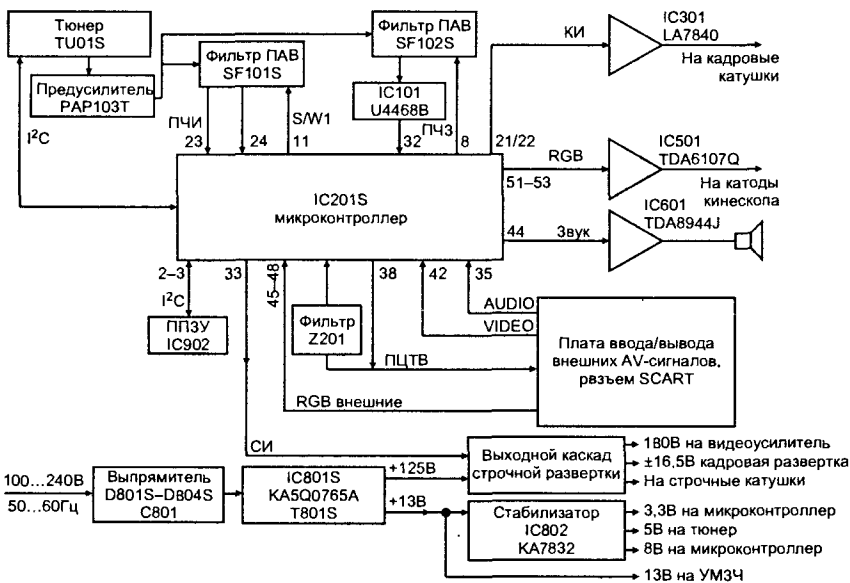

Рис. 6.1. Структурная схема шасси KS1A(P), Rev.1
Структурная схема шасси приведена на рис. 6.1, а принципиальная схема — на рис. 6.2—6.5. Все основные функции по обработке телевизионного сигнала, управлению телевизором, генерации синхросигналов разверток выполняет микроконтроллер с функциями телевизионного процессора TDA9381 фирмы PHILIPS. Эта микросхема выполнена по современной технологии UOC (Ultimate One Chip). Конструктивно шасси KS1A(P) состоит из основной платы, платы кинескопа и платы НЧ входа-выхода. Часть моделей комплектуется модулем звукового процессора, позволяющим принимать и обрабатывать стереофонический звуковой сигнал цифрового стандарта NICAM.